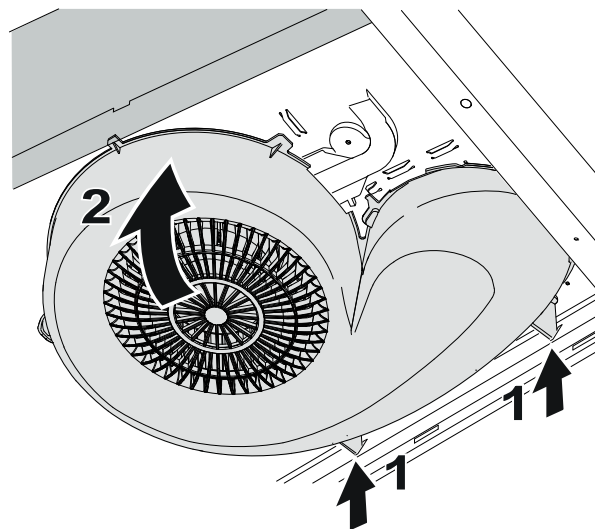

Fig. 7
Sett tilbake ventilatorhuset ved å føre inn støtten bak på ventilatoren (1). Fell opp ventilatorhuset (2). Fig. 7